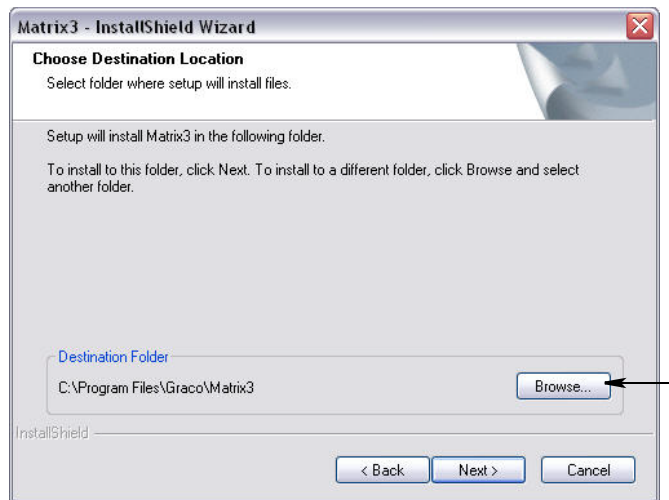

图 6
7. 选择目标位置。默认设置是 C:\Program Files\Graco\Matrix3。单击图 6 中所示的“浏览”按钮，选择不同的位置。